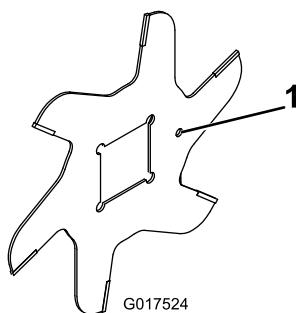

Figura 14
1. Monte uma lâmina (Figura 14).
4. Instale a lâmina seguinte no sentido dos ponteiros do relógio de forma a o orifício de referência (Figura 14) não ficar alinhado com o orifício da primeira lâmina por um furo do eixo.